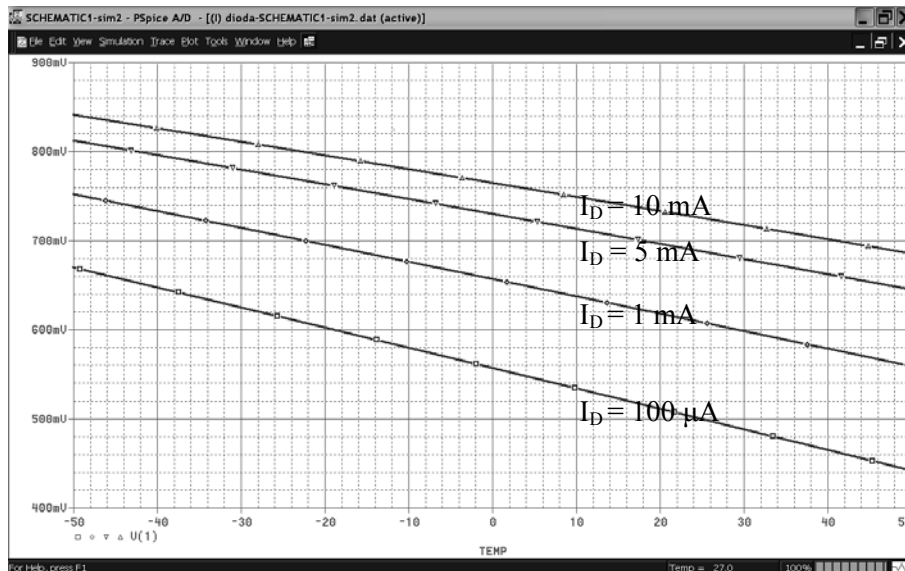

Figura 5.55. Caracteristicile diodei redresoare funcționând ca senzor de temperatură
2. Trasați familiile de caracteristici  $U_d(T)|_{I_d=ct.}$  (figura 5.55). Observați influența calitativă a curentului  $I_d$  asupra caracteristicilor.